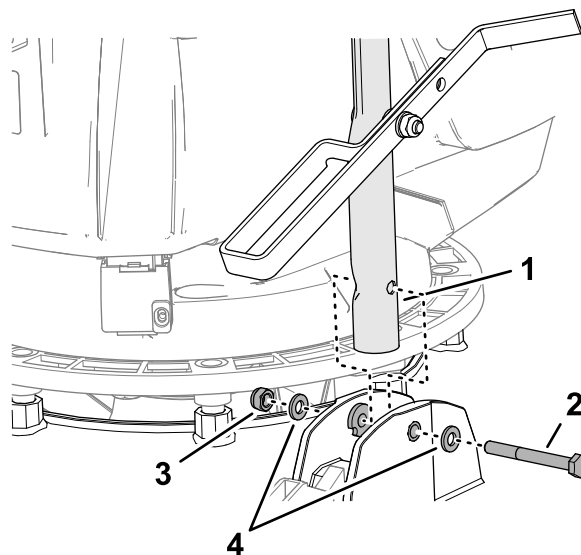

Figure 7
3. Alignez le trou dans le guidon sur les trous des douilles (Figure 7) et fixez le guidon sur la machine à l'aide d'un boulon (6 x 55 mm), 2 rondelles (6 mm) et un contre-écrou (6 mm).